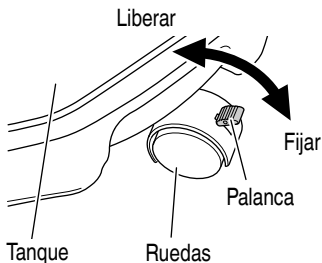

Fig. 23
(2) Fijación y liberación de las ruedas (Fig. 23)